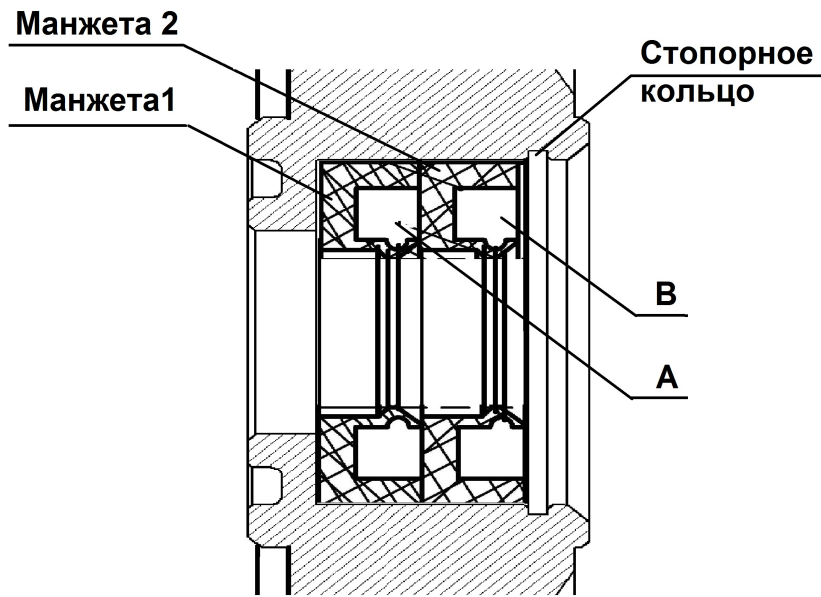

Рис.29 Схема установки манжет.
- со стороны камеры снять кольцо стопорное и снять 2 манжеты (см. рис.29);